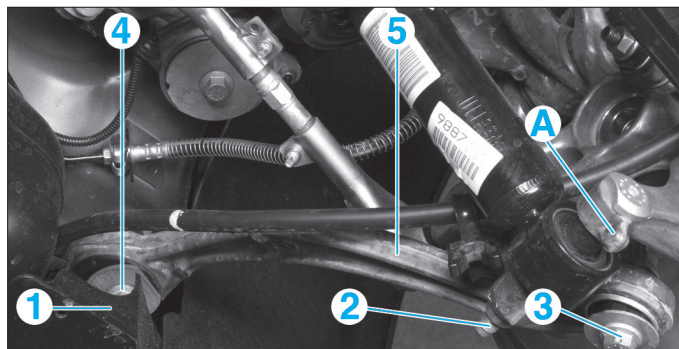

Fig. 44
- la protection du plancher (1) (Fig.44),
- la vis de fixation inférieure (2) d'amortisseur.
- Positionner un cric d'atelier en (A).
- les vis de fixation (3) et (4) du bras longitudinal,
- le bras (5) en le dégageant dans l'axe de sa bague de centrage en (4).